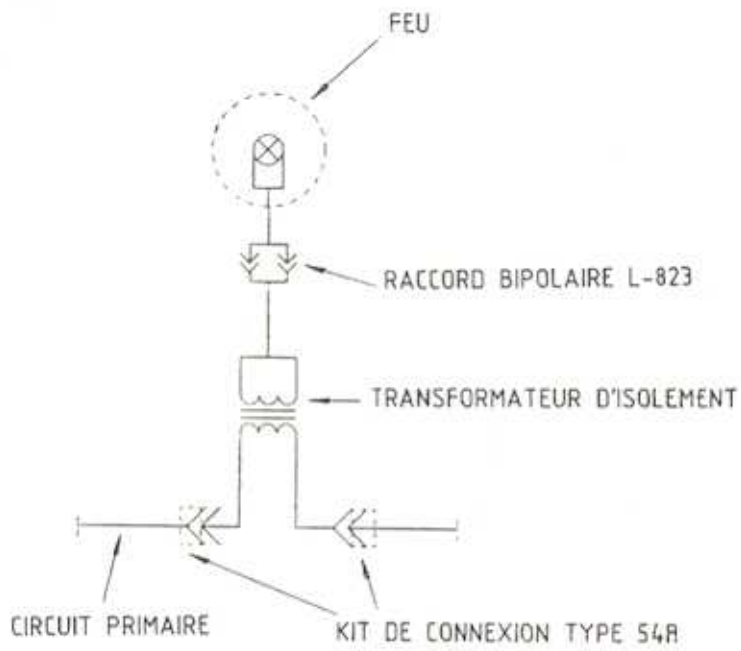

Fig. 5-4
- 5.4.2 Raccordement du feu RVE-3-045. Voir fig. 5-4.